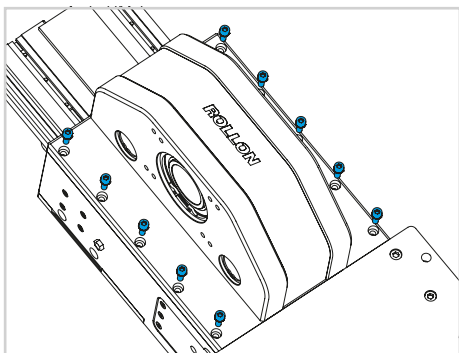
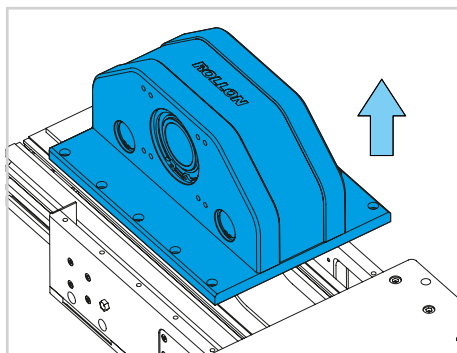

図 13
図 14
- 7) 駆動ヘッドプレートを固定しているネジを緩め、アクチュエータからヘッドを取り外します。駆動ヘッドから古いベルトを取り外します (図 13、図 14 を参照)。